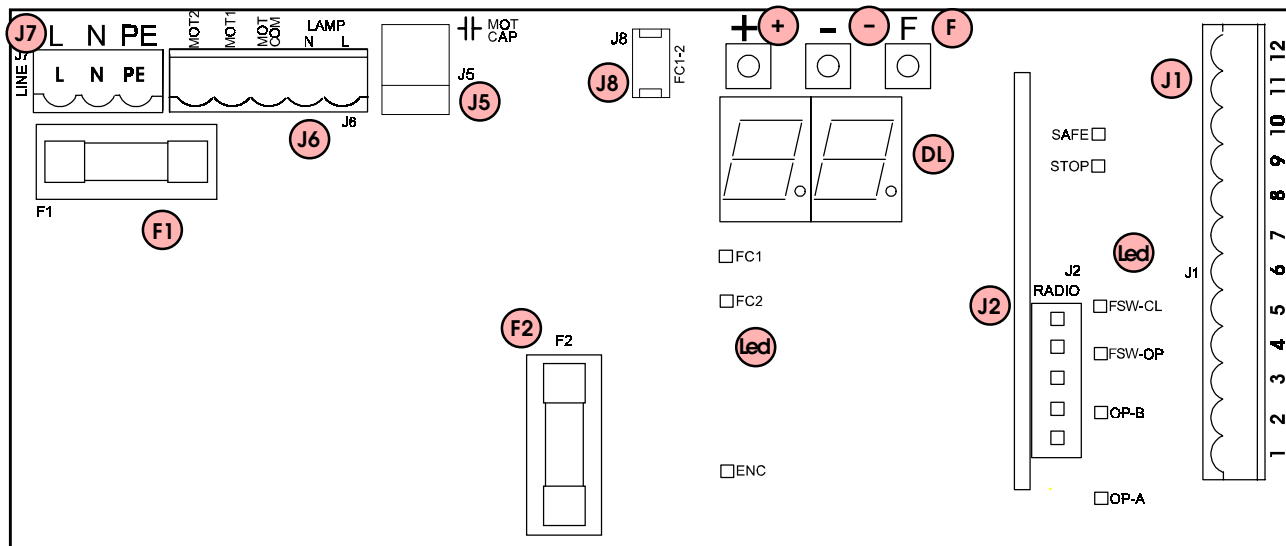

Abb. 22
- Das Erdungskabel an der entsprechenden Klemme auf dem Stecker J7 der Karte und an der Buchse auf dem Antrieb anschliessen (Abb. 22 und Abb. 39).
Sicherungen	Nr. 2 (siehe Abb. 22 und Abs. 5.3)